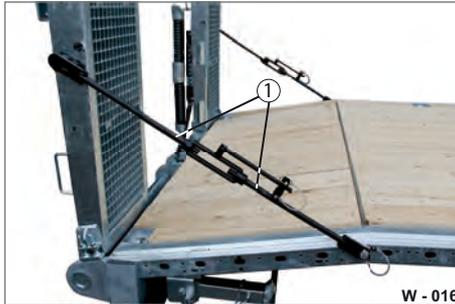

Abb. 19 Sicherungsspanner 1, schmieren
- ▶ Gewinde-Gestänge (Abb. 19 und Abb. 19/1) mit Maschinenfett einfetten.